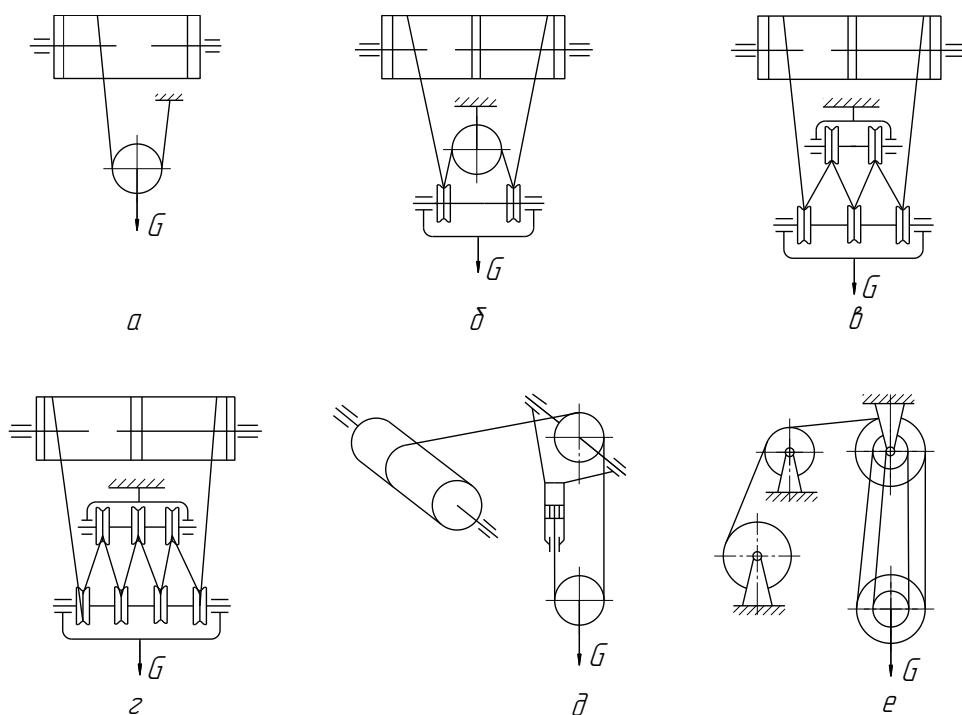

Рисунок 2.4.1 – Схемы полиспастов
*2.4.1 Укажите тип полиспаста (рисунок 2.4.1, в):*
2.4.2 Укажите кратность полиспаста (рисунок 2.4.1, в):
*2.4.3 Укажите количество подвижных блоков (рисунок 2.4.1, в):*
*2.4.4 Укажите количество неподвижных блоков (рисунок 2.4.1, в):*
*2.4.5 Укажите количество уравнительных блоков (рисунок 2.4.1, в):*
*2.4.6 Укажите количество отклоняющих блоков (рисунок 2.4.1, в):*
*2.4.9 Укажите назначение полиспаста (рисунок 2.4.1, б):*